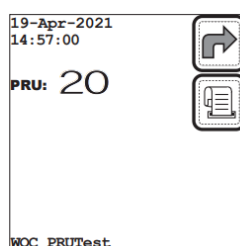

Рисунок 28: Результаты теста уровня 1 WQC
12. Когда результаты отобразятся, запишите или распечатайте результаты теста. Результаты теста можно распечатать, нажав на клавишу (печать), если к прибору подключен принтер (Рисунок 28 (стр. 32)).